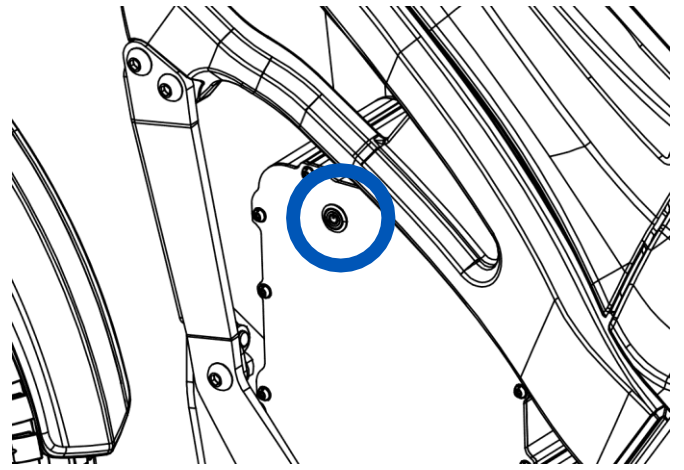

Fig. 14
- 2- Apague la batería (Fig. 14).